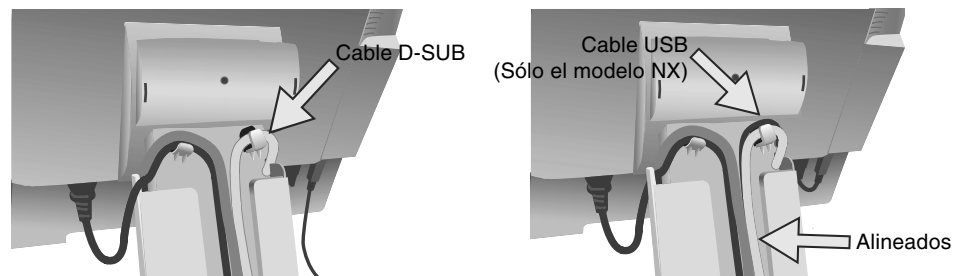

Figura C.3 (Imagen: modelo LCD2070NX)
8. Asegúrese de que todos los cables quedan bien alineados al soporte en toda su extensión (**figura C.3**).